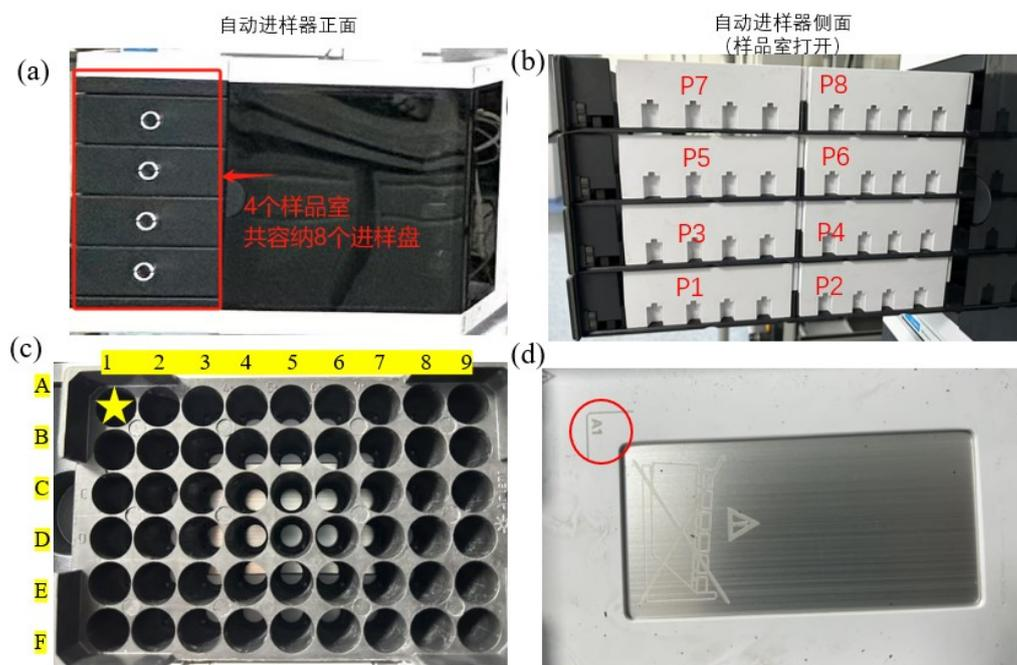

图6-5 自动进样器样品盘
- 样品盘编号: 如图6-5 (b) 所示, 自下而上, 从外 (靠近样品室门) 到内, 8个样品盘的依次为P1-P2-P3-P4-P5-P6-P7-P8。自动进样器的垂直方向还有 STD 1-5的标准品位置。
- 样品盘说明: 样品盘实物图参见图6-5(c), 标配的样品盘位5行*9列, 行标A-F,
- 放回样品盘: 按上述说明, 图中黄色五角星的位置为A1, 放回样品盘, 须确保实际的A1位置与样品盘底座A1位置一致(图6-5(d)), 另外要确保样品盘完整的放进了底座, 没有突出或者倾斜。